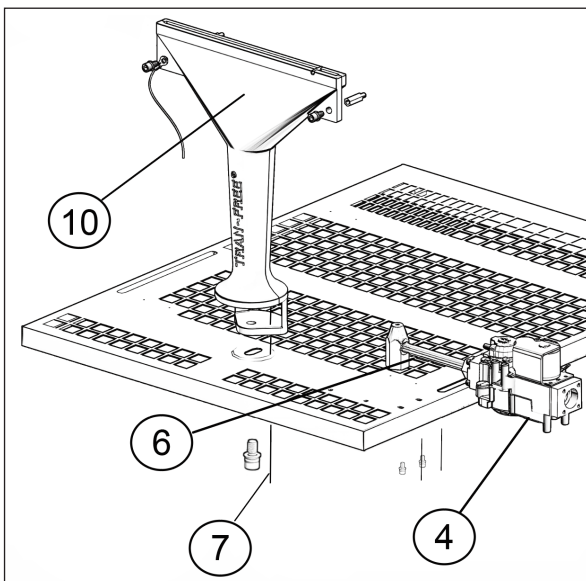

图 1
- 拆下加热器上燃烧器（图 1 的中的⑩）底部的螺丝（图 1 的中的⑦）；
- 校准燃气电磁阀（图 1 的中的④）上的燃气压力；